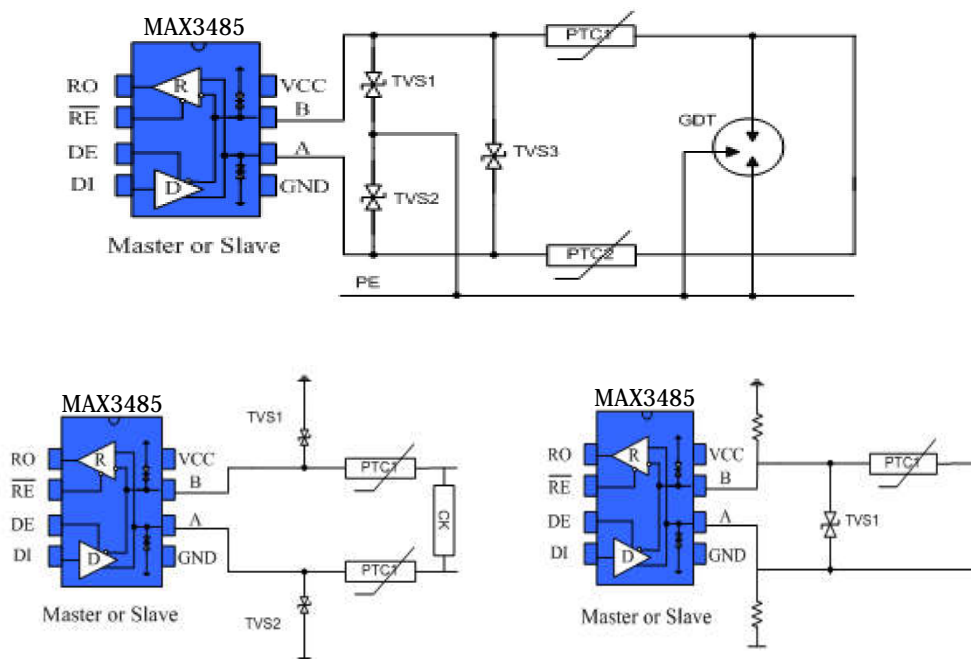

图 11 端口防护方案
**4.3 总线端口防护：**在恶劣的环境下，RS485 通讯端口通常都做好静电防护、雷击浪涌防护等额外的防护，甚至还需要做好防止 380V 市电接入的方案，以避免智能仪表、工控主机的损坏。图 11 为常见的 3 种 RS485 总线端口防护方案。第一种为 AB 端口分别并联 TVS 器件到保护地，AB 端口之间并联 TVS 器件、AB 端口分别串联热敏电阻、并接气体放电管到保护地形成三级保护的方案；第二种为 AB 分别并联 TVS 到地、串联热敏电阻，AB 之间并联压敏电阻的三级防护方案；第三种为 AB 分别接上下拉电阻到电源与地，AB 之间接 TVS，A 或 B 某端口接热敏电阻的方案。